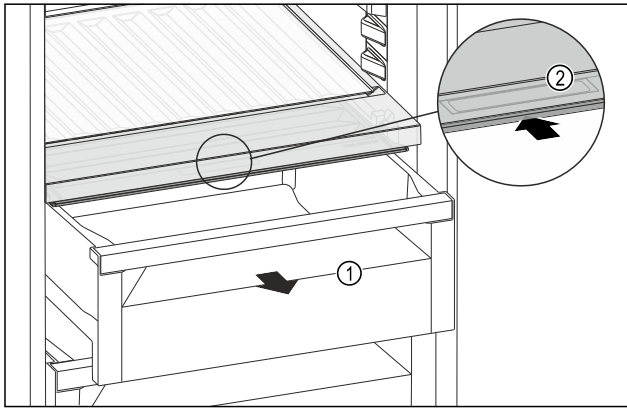

Fig. 108
- Schubfach Fig. 108 (1) herausziehen.
- Griffmulde Fig. 108 (2) am Fachdeckel anfassen und Fachdeckel gleichzeitig nach hinten schieben.